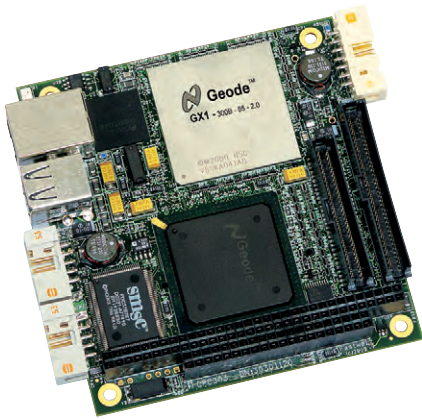

Рис. 1. Процессорная плата CPU686EC-104 в стандарте PC/104 с интерфейсами Ethernet и CAN фирмы Fastwel
- CPU686EC-104 (рис. 1) фирмы Fastwel — рабочий диапазон температур $-40...+85^{\circ}\text{C}$, процессор Geode 300 МГц, Ethernet 10/100 Мбит/с, два канала промышленной сети стандарта CAN, видеоинтерфейс с ЭЛТ- и ЖК-дисплеями. Решение для встраиваемых систем в АСУ ТП, требующих высокой надежности (имеется возможность резервирования каналов обмена с периферией), работы в режиме реального времени и в жестких условиях эксплуатации.